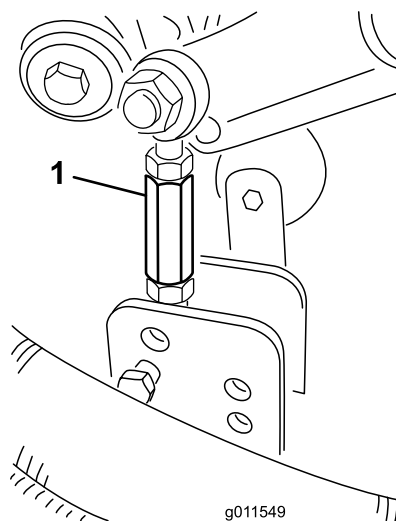
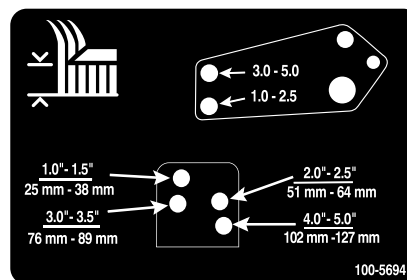

Figura 25
Figura 26
8. Retire los pasadores de horquilla y las chavetas que fijan los acoplamientos de los amortiguadores a los soportes de la unidad de corte (Figura 25). Alinee los taladros de los acoplamientos de los amortiguadores con los taladros del soporte de altura de corte en el bastidor de la unidad de corte (Figura 26), y coloque los pasadores de horquilla y las chavetas.